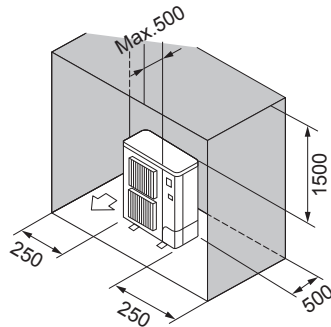

Fig. 2-8
- ⑥ Hindernisse nur auf der Rückseite, beiden Seiten und der Oberseite (Fig. 2-8)